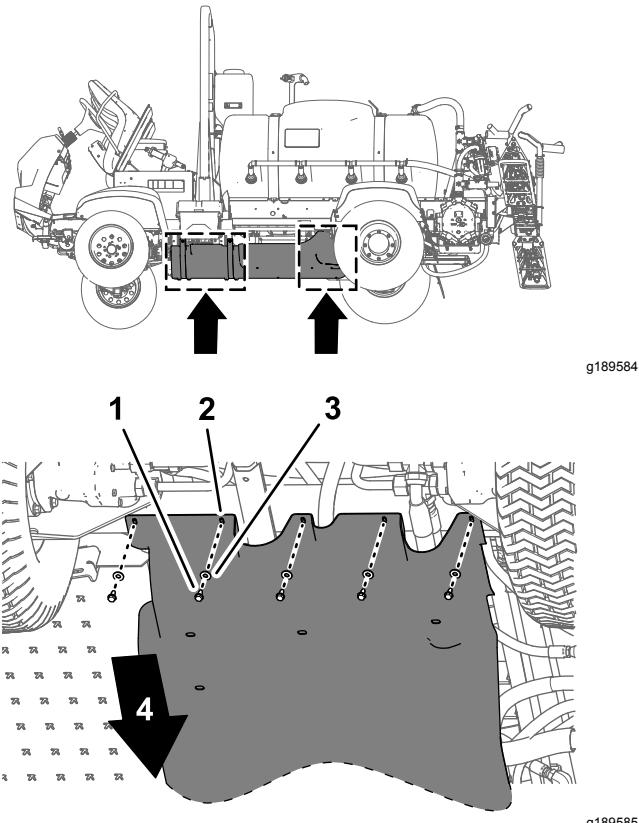
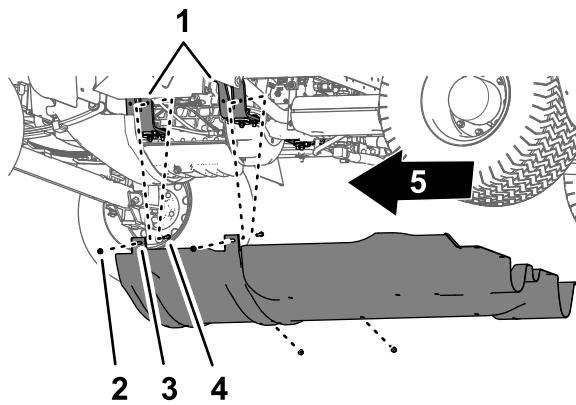

图 59
图 60
1. 拆下将起落架保护罩后部固定至机器底盘上的 5 个凸缘头螺栓 $5/16 \times \frac{7}{8}$ 英寸和 7 个垫圈 $5/16$ 英寸 图 59。
2. 从将起落架保护罩安装凸耳固定至机器发动机安装支架上的螺栓和起落架螺栓拧下 4 个凸缘锁紧螺母 $5/16$ 英寸 图 60。
4. 从机器上拆下底盘保护罩 图 59 和 图 60。
1. 将起落架保护罩与机器的底部机箱对齐请参阅 拆下底盘保护罩 \(页码 41\) 的 图 60。
2. 将起落架保护罩的安装凸耳滑动到机器发动机安装支架上的螺栓和托架螺栓上方请参阅 拆下底盘保护罩 \(页码 41\) 中的 图 60。
3. 使用在 拆下底盘保护罩 \(页码 41\) 的步骤 2 中卸下的 4 个凸缘锁紧螺母 $5/16$ 英寸将起落架保护罩安装到发动机安装支架上 图 60。
4. 将起落架保护罩后部的孔与机箱上的孔对齐请参阅 拆下底盘保护罩 \(页码 41\) 中的 图 59。
5. 使用在 拆下底盘保护罩 \(页码 41\) 的步骤 1 中卸下的 5 个凸缘头螺栓 $5/16 \times \frac{7}{8}$ 英寸和 5 个垫圈 $5/16$ 英寸将起落架保护罩的后部安装到机箱上 图 59。